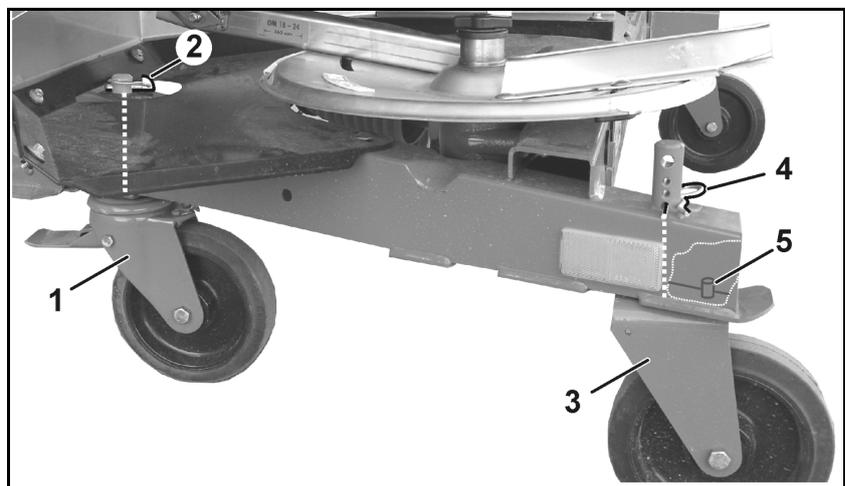

Fig. 43
5. Lenkbare Bremsrollen (Fig. 43/1) vorne
- o montieren und mit Klappstecker (Fig. 43/2) sichern, beziehungsweise
6. Starre Rollen (Fig. 43/3) hinten
- o montieren und mit Federstecker (Fig. 43/4) in der untersten der Absteckbohrungen sichern, beziehungsweise
Bei der Montage der starren Rollen darauf achten, dass der Bolzen (Fig. 43/5) durch die Bohrung des Rahmens fasst, und somit die Rollen in Längsrichtung hält.